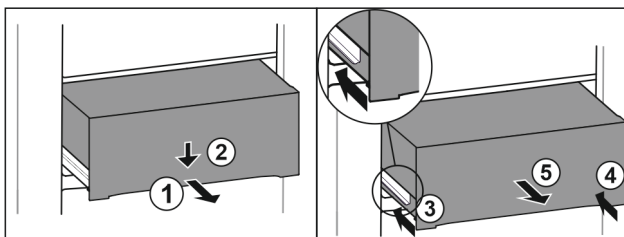

Fig. 163
- Dra ut utdragslåda till hälften. Fig. 163 (1)
- Tryck utdragslådan på framsidan nedåt. Fig. 163 (2)
- Skjut in vänster skena ca 2 cm. Fig. 163 (3)
- Skjut in höger skena ca 2 cm. Fig. 163 (4)
- Ta ut utdragslåda genom att dra den framåt. Fig. 163 (5)